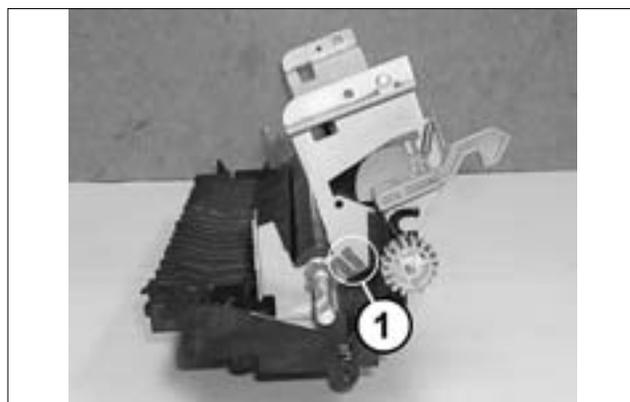

Рис. 18
9. Освобождают фиксатор правого бушинга (рис. 18, поз. 1), поворачивают бушинг против часовой стрелки до совмещения выступов с пазами посадочного отверстия. Сдвигают бушинг вправо, вынимают из посадочного отверстия, после чего снимают с оси вала.